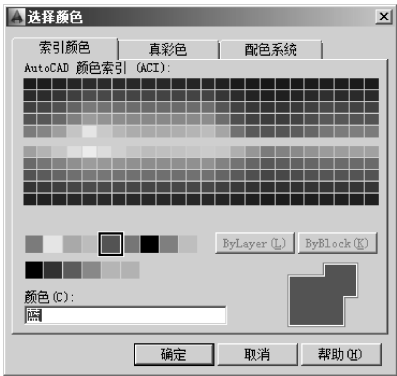

图 3-66 “选择颜色”对话框
4) 选择“单色”单选按钮，并单击颜色“浏览”按钮，程序将会弹出“选择颜色”对话框，用户可以在“索引颜色”选项卡中选择合适的颜色进行填充，或在“真彩色”选项卡中设置所需的颜色，如图 3-66 所示。